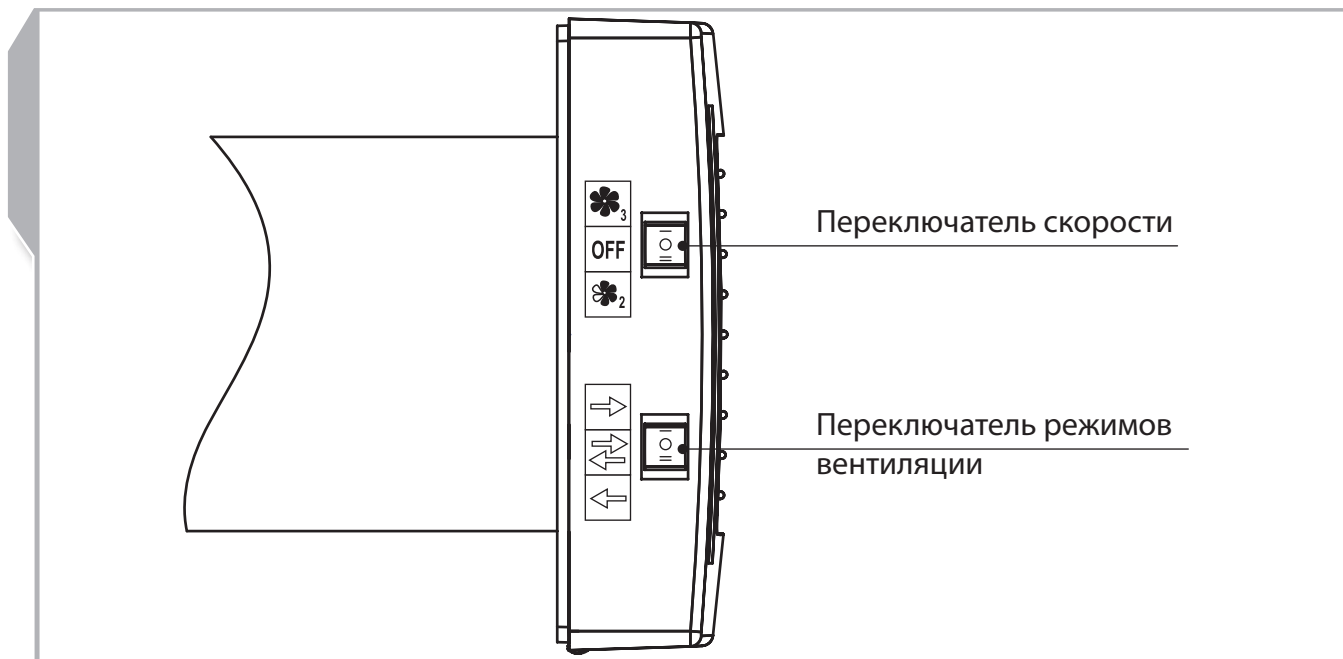
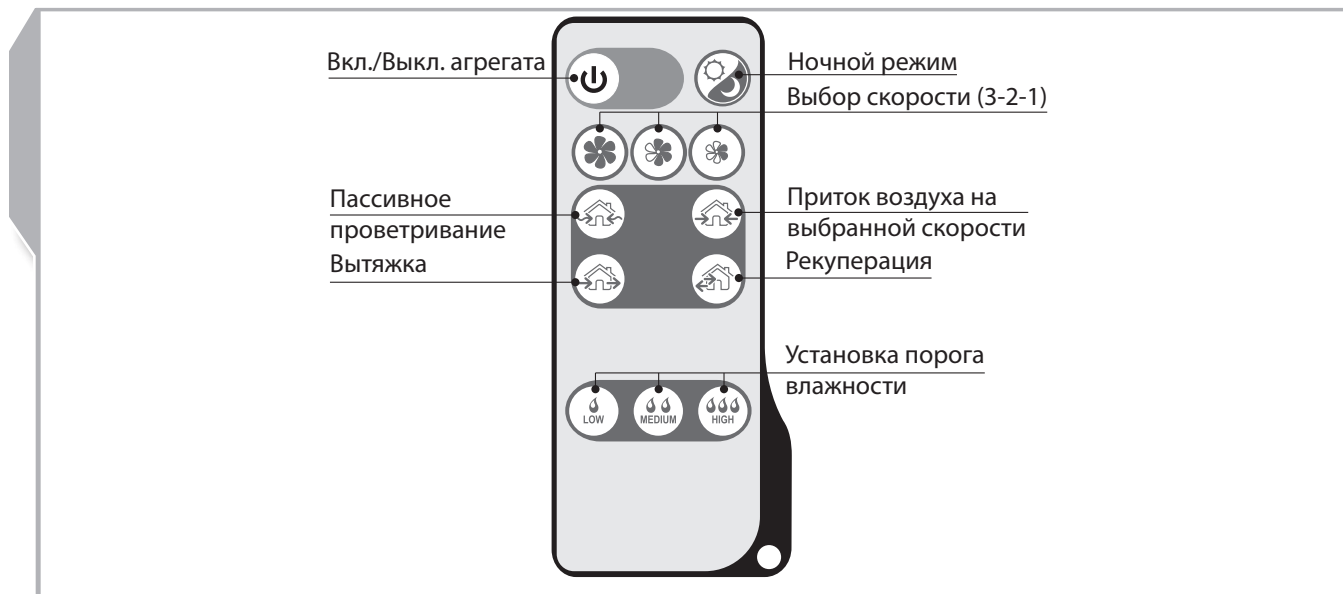

Рис. 7. Органы управления на блоке вентилятора
Рис. 8. Пульт дистанционного управления
Управление агрегатом осуществляется при помощи пульта дистанционного управления (рис. 8) или кнопок, смонтированных на блоке вентилятора (рис. 7). Управление с блока вентилятора имеет ограниченные возможности. С блока вентилятора можно включить только вторую и третью скорость и установить три из четырех режимов вентиляции. Пульт дистанционного управления предоставляет более широкие возможности управления.
- Для переключения режимов вентиляции воспользуйтесь переключателем режимов вентиляции (рис. 7).